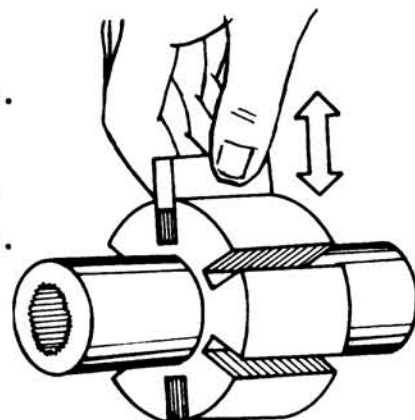

Fig. 7
- d Verifique que las paletas se desplacen libremente dentro de su guía (fig 7).